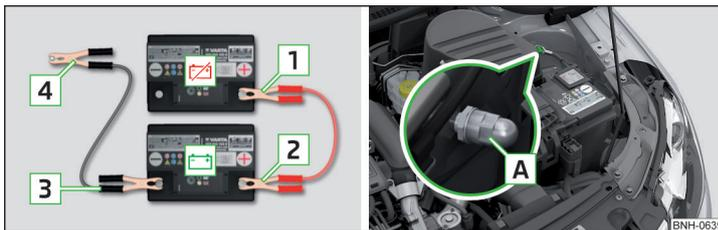

Fig. 171 Ayuda de arranque: - batería descargada, - batería que suministra corriente / punto de masa del motor en el sistema START-STOP
- En vehículos **con** el sistema START-STOP, fijar el brone **4** en el punto de masa del motor **A** » fig. 171.